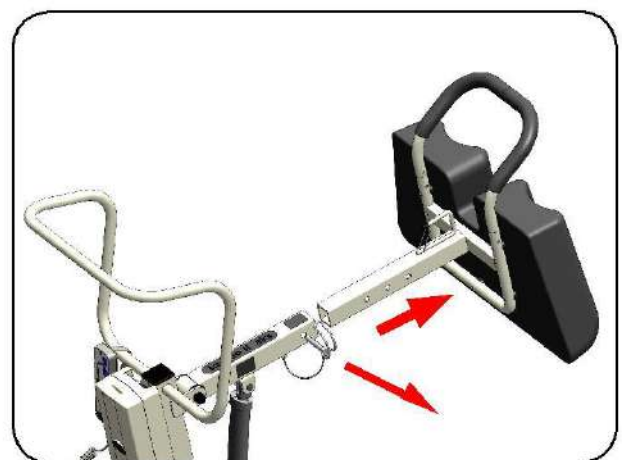

Figura 31
1. Suelte y extraiga el clip de fijación del brazo elevador. Extraiga el brazo y déjelo a un lado. Vuelva a colocar el pasador del clip en la barra (Figura 31).